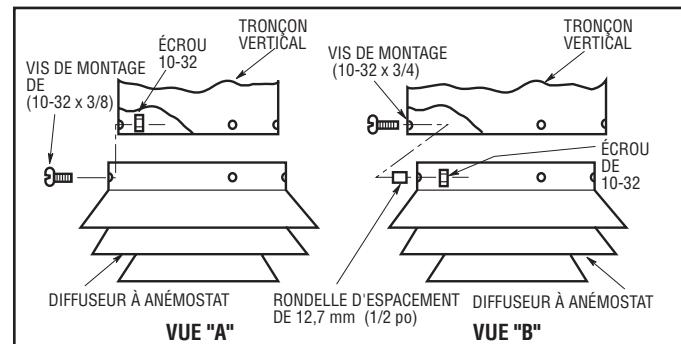

Figure 3. Montage d'un diffuseur à anémmostat
2. Dans le cas des petits (-S) et des grands (-L) diffuseurs, glisser l'anémmostat sur le tronçon vertical et le fixer à l'aide de trois boulons de 9,5 mm (N° 10-32 x 3/8 po) et d'écrrous. (Voir la figure 3, vue A).